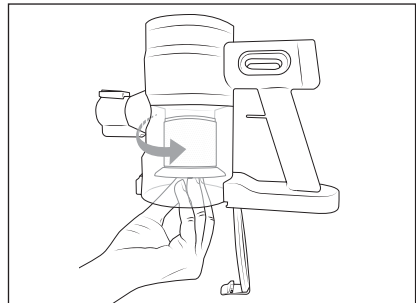

Bild 15
- 6) Sätt tillbaka det rostfria filtret **6** och EPA-filtret **5** i dammbehållaren **2** och vrid EPA-filtret **5** moturs tills det sitter fast i dammbehållaren **2** (se bild 15).